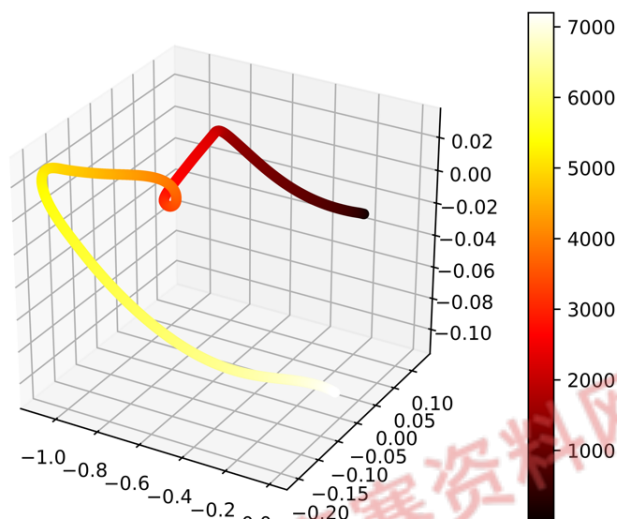

图 11: 飞行器质心变化曲线图
(2) **质心变化曲线:** 已知质心为三维空间的点, 又因质心随着时间的变化而变化。因此, 为展示质心变化曲线, 需要四维立体空间。本文求解得到的质心变化曲线, 如图 11 所示。其中横坐标为 x 轴, 纵坐标为 y 轴, 竖直方向为 z 轴, 第四维使用颜色的深浅来表示时间 t 的推移。当 $t = 1$ 时颜色最深 (黑色), $t = 7200$ 时颜色最浅 (白色)。
同时, 通过观察供油速度和俯仰角数据, 可以看到它们每秒的变化量都很小, 并呈现一定的连续性, 从而可以推断质心的分布必然也是近似连续的。本文提供的质心变化曲线图(图 11)的连续性也在这个意义上验证了我们方法的正确性。